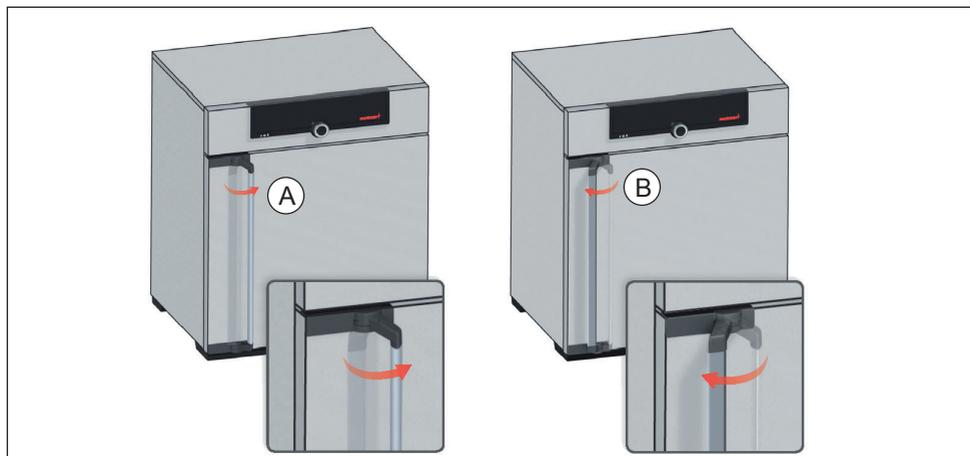

Fig. 12 Apertura y cierre de la puerta
- ▶ Para abrir la puerta, tirar de la manilla hacia un lado (izquierda o derecha, según el modelo de la puerta, Fig. 12, A) y abrir la puerta completamente.
- ▶ Para cerrar la puerta, empújela hasta el fondo y presione la manilla a un lado (B).